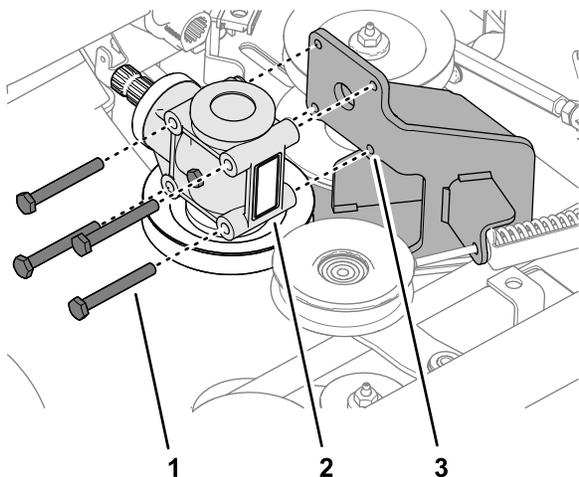

**Bild 119**
1. Entfernen Sie die Gehäuseschraube vom Gehäuseschraubenloch des Mähwerkgetriebes (Bild 119).
2. Stellen Sie das Getriebe über eine Auffangwanne und lassen Sie das ganze Öl vom Getriebe ablaufen (Bild 119).